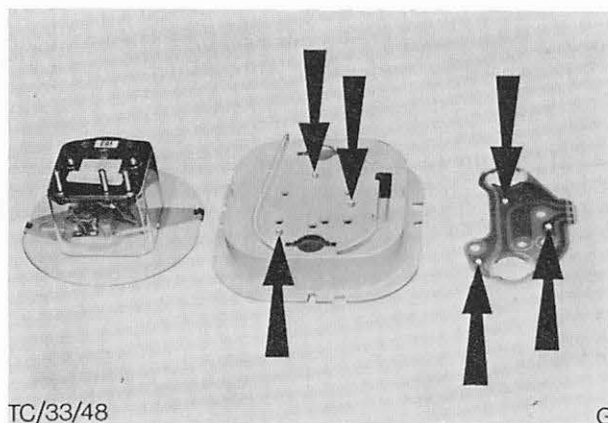

Abb. 17 Haltestifte — Kontaktplatte
4. Kontaktplatte von den drei Haltestiften lösen und abnehmen, Abb. 17.
5. Kontaktplatte über die 3 Haltestifte andrücken, Abb. 17.